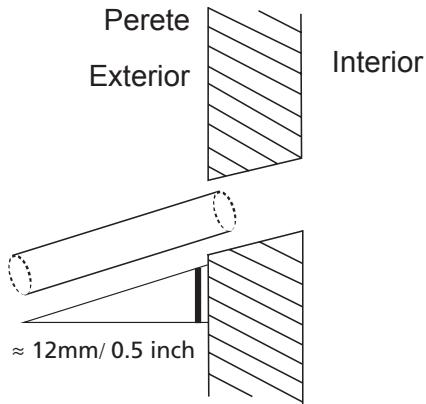

Fig. 6.5
3. Strapungeti peretele folosind un burghiu de 65mm. Asigurati-v-a ca strapungerea este facuta cu inclinare inferioara, pentru ca punctul de iesire sa fie mai jos decat punctul de intrare cu 12mm. Aceasta inclinare v-a asigura o scurgere mai eficienta a apei (vezi fig. 6.5). Introduceti tubul de protectie in interiorul strapungerii. Acesta va proteja marginile si va ajuta la sigilarea strapungerii atunci cand finalizati instalarea.